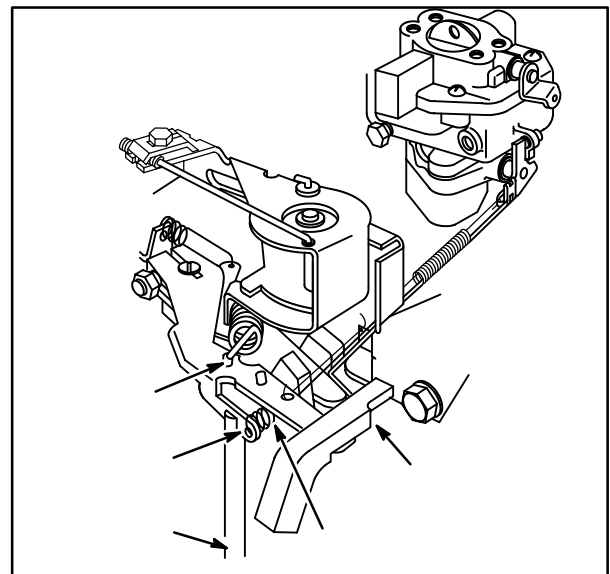

Fig. 42
Alguns motores Vanguard™ OHV V-Twin com controle de velocidade remota são equipados com uma mola do regulador secundária (5). A mola do regulador primária é instalada no orifício 1 (3) na alavanca do regulador, Fig. 42.
2. Instale o Indicador de ajuste **19385** (4), com a ranhura sobre a extremidade da alavanca do regulador e a extremidade plana da ferramenta contra a fixação do controle do regulador conforme mostrado na Fig. 42.
3. Segure o medidor na posição e flexione a lingüeta (2) com a Chave do acoplador **19532** (1) para que toda a parte solta do cabo seja removida da mola do regulador secundária (5) entre os dois pontos de fixação, Fig. 42. **NÃO ESTIQUE A MOLA.**